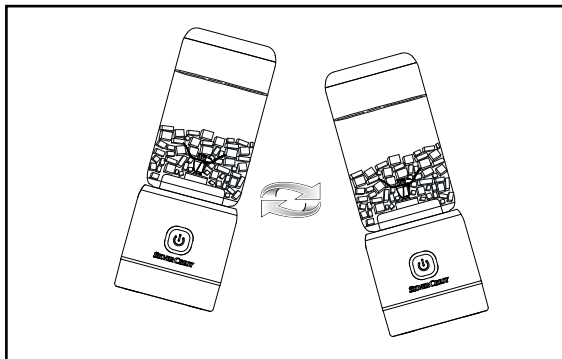

Abb. 1
- 4) Damit sich die Zutaten besser verteilen, können Sie das Gerät bewegen während es die Lebensmittel zerkleinert. Halten Sie das Gerät hierzu in der Hand und führen Sie damit schwenkende Hin- und Her-Bewegungen aus (siehe Abb. 1). Achten Sie darauf, dass sich der Mixbecher ④ nicht vom Motorblock ⑨ löst.
- ① **Hinweis:** Wenn das Kreuzmesser ⑤ blockiert ist, leuchtet die Indikationsleuchte ⑧ abwechselnd 5 Mal rot und 5 Mal weiß. Lösen Sie die festsitzen- den Teile vorsichtig unter Verwendung z. B. einer Gabel und starten dann einen neuen Zyklus. Die Indikationsleuchte ⑧ leuchtet wieder weiß.
- 6) Wenn Sie den Zerkleinerungsvorgang vorzeitig abbrechen wollen, drücken Sie den Ein-/Aus-Druckschalter ⑦ 1 Mal. Das Gerät hört sofort auf zu arbeiten.
- 7) Wenn der Zerkleinerungsvorgang beendet ist, halten Sie das Gerät so, dass die Öffnung des Mixbechers ④ nach oben und das Kreuzmesser ⑤ am Motorblock ⑨ nach unten zeigt. Schrauben Sie den Motorblock ⑨ ab, indem Sie ihn gegen den Uhrzeigersinn drehen.
- 8) Den Mixbecher ④ können Sie auch als Trinkbecher verwenden. Zum Transport oder zur Lagerung im Kühlschrank verwenden Sie den mitgelieferten Deckel ①.
- ① **Hinweis:** Verzehren Sie das Getränk alsbald nach dem Zubereiten. Lagern Sie den frisch zubereiteten Smoothie nicht länger als 6 Stunden, da klein zerkleinerte Zutaten schnell verderben können.